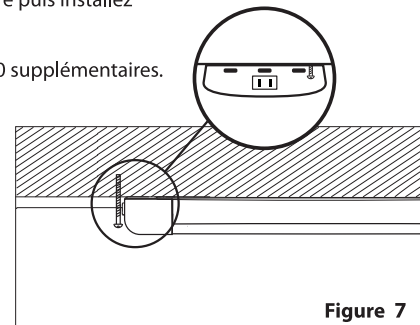

Figure 7
3. Mount a third screw next to the side of the outlet (See Figure 7). If anchor is required, mark the hole as close as possible to the fixture, remove the lamp, drill the hole on the marked position, install anchor into the drilled hole, re-install the fixture then install the screw into the wall anchor. This will secure the lamp into place.
3. Montez une troisième vis à côté du côté de la sortie (voir figure 7). Si l'ancrage est requis, marquez le trou le plus près possible du luminaire, retirez la lampe, percez le trou à la position marquée, installez l'ancre dans le trou percé, réinstallez le luminaire puis installez la vis dans l'ancrage mural. Cela sécurisera la lampe en place.